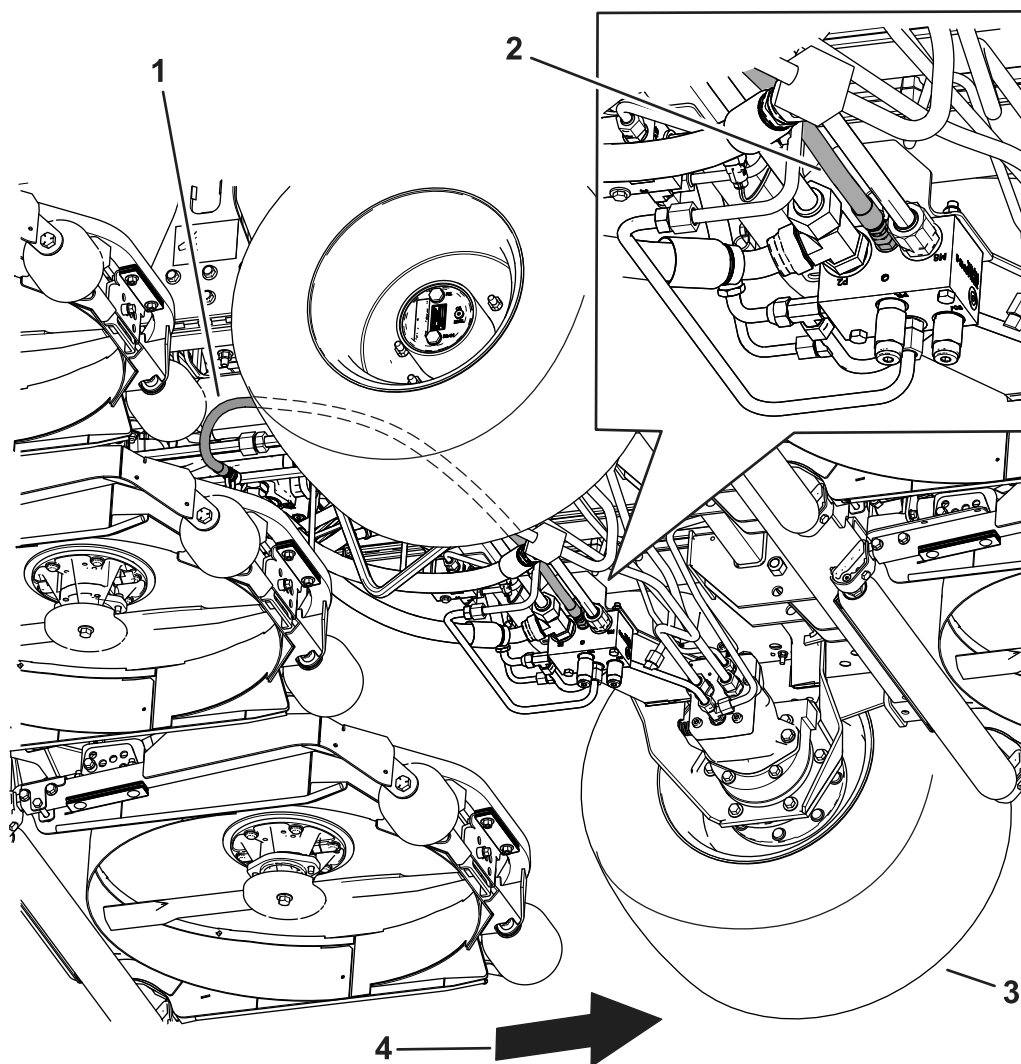

Figure 3
3. Retirez le bouchon de l'orifice dans le collecteur de traction arrière (Figure 3). Mettez le bouchon au rebut.
5. Installez le flexible sur le collecteur de traction arrière, entre les orifices M8 et P2, comme montré à la Figure 3.